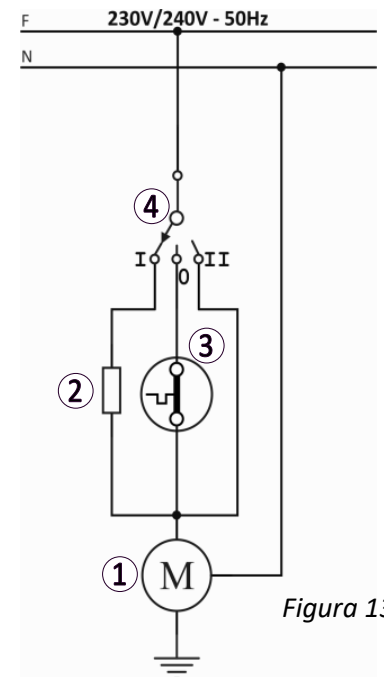

Figura 13
- Per eventuali problemi con l'impianto elettrico della stufa, mettersi in contatto con il costruttore (vedi *figura 13*).
①	Motore convettore.
②	Regolatore (2 Velocità)
③	Termostato controllo convettore
④	Interruttore